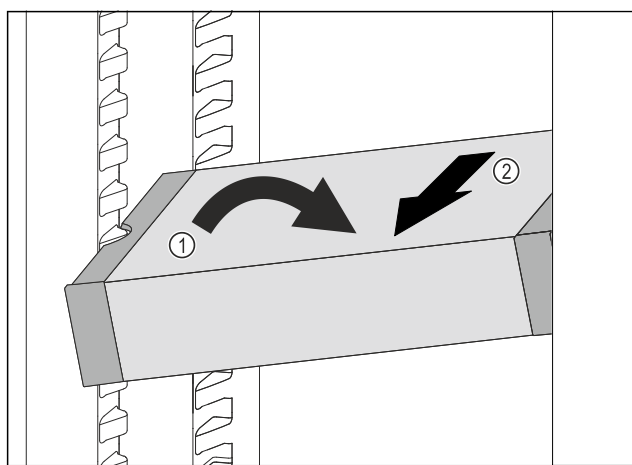

Fig. 104
- ▶ 在冷藏区中倾斜 VarioSafe。 Fig. 104 (1)
- ▶ 向前取出 VarioSafe。 Fig. 104 (2)